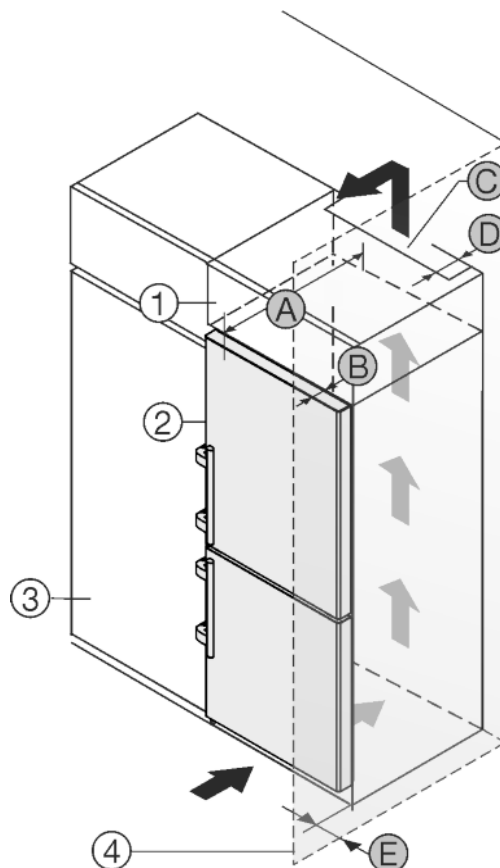

Fig. 13
Uređaj se može adaptirati za ugradnju u kuhinjske ormare. Kako biste uređaj *Fig. 13 (2)* prilagodili visini kuhinjskog namještaja, iznad uređaja možete postaviti viseći ormar *Fig. 13 (1)*.
Uređaj se može postaviti direktno uz kuhinjski ormar *Fig. 13 (3)*. Kako biste vrata mogli potpuno otvoriti, uređaj mora biti za dubinu *Fig. 13 (B)* ispred u odnosu na prednjicu kuhinjskog ormara. Ovisno o dubini kuhinjskih ormara i uporabi zidnih distancera, uređaj može i dalje stršati.
Ako se uređaj postavlja izravno pored kuhinjskog ormara *Fig. 13 (3)*, potreban je razmak od min. 5 cm od uređaja. Kako biste vrata mogli potpuno otvoriti, uređaj mora biti za dubinu *Fig. 13 (B)* ispred u odnosu na prednjicu kuhinjskog ormara. Ovisno o dubini kuhinjskih ormara i uporabi zidnih distancera, uređaj može i dalje stršati.
- Na stražnjoj strani visećeg ormara treba postojati otvor za odzračivanje dubine *Fig. 13 (D)* po cijeloj širini visećeg ormara.
- Ispod stropa prostorije treba poštovati ventilacijski presjek *Fig. 13 (C)*.
Kada se uređaj postavlja s okovima pored zida *Fig. 13 (A)*, treba poštovati razmak *Fig. 13 (E)* između uređaja i zida. To odgovara stajanju ručice kod otvorenih vrata.